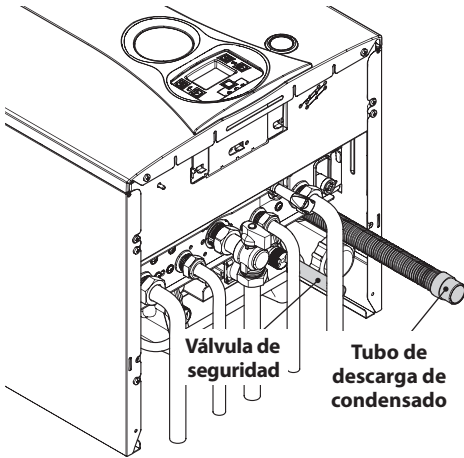

Figura 5.4
- Conecte la descarga de la válvula de seguridad a un embudo de descarga Figura 5.4.
- Introduzca el tubo flexible de descarga de condensado en la Figura 5.4 en el conducto de desagüe de condensado doméstico o en el embudo de descarga de la válvula de seguridad, siempre que el desagüe sea apto para recibir condensado ácido.